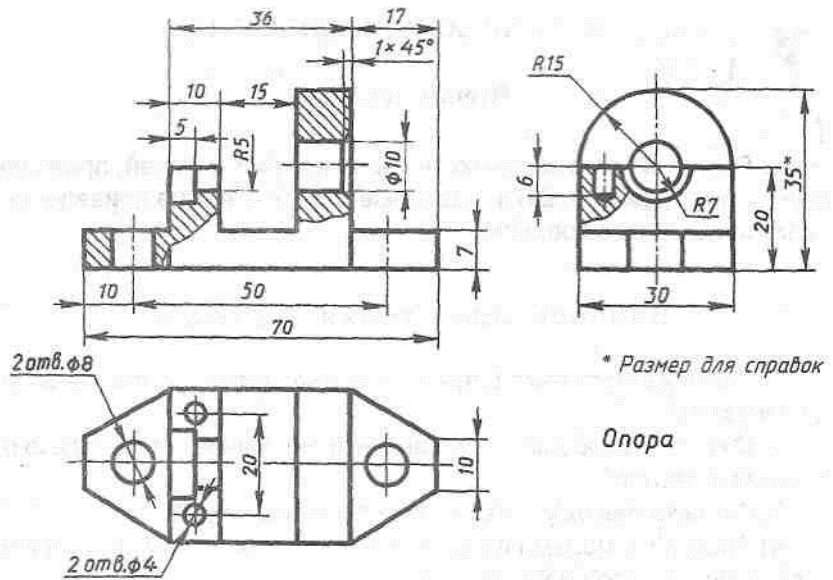

Рис. 207. Задание на чтение чертежа
2. Выполните технический рисунок опоры (рис. 207).